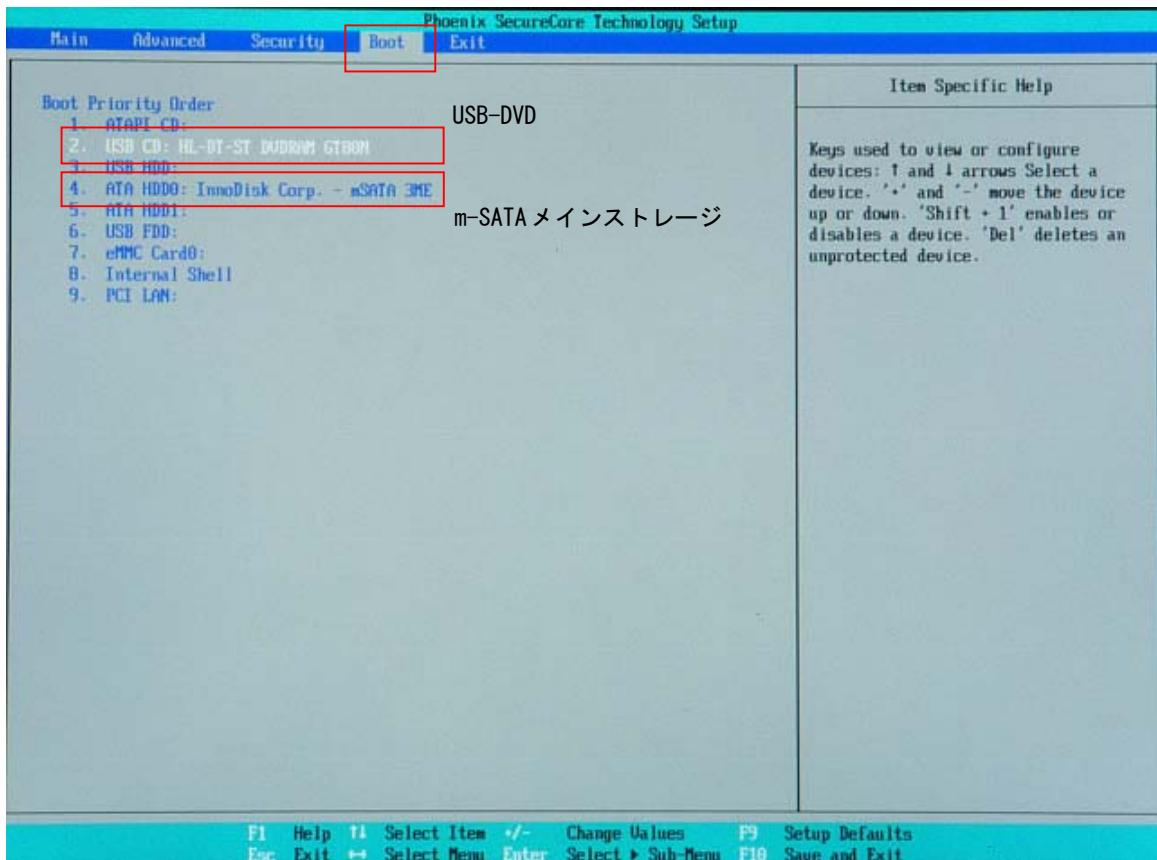

図 6-1-3. Boot デバイスの選択
- ⑧ [Boot] メニューを選択します。(図 6-1-3)
⑨ [USB CD] (接続した USB-DVD ドライブ) を[ATA HDD0] (m-SATA メインストレージ) よりも上に設定します。